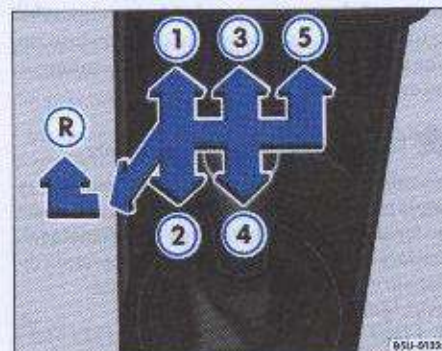

Fig. 99 Esquema de cambio de velocidades
- Empuje la palanca de cambio a la posición de marcha atrás (R) → fig. 99, totalmente a la izquierda, hacia abajo y después hacia adelante, como se ve en el diagrama en la palanca de cambio.